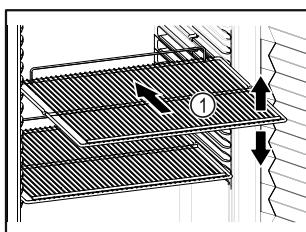

Fig. 86 Beispielhafte Darstellung
- Wenn Ablageflächen Fig. 86 (1) versetzbar sind, Ablageflächen je nach Höhe anpassen.